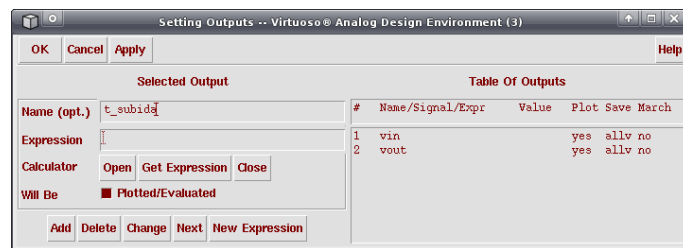

Figura 4: Creación de la expresión t\_subida.
2. En la ventana Setting Outputs, rellene el campo Name (Opt) de una nueva expresión llamada t\_subida tal y como se muestra en la figura 4.